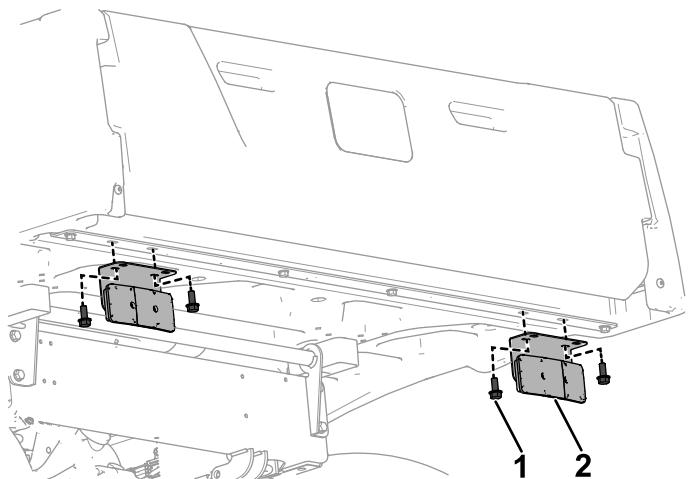

図 6
- ブレーキランプブラケットを、プラスチック製荷台の下部に取り付ける各ブラケットにフランジヘッドボルト5/16 x 3/4"2本を使用する図6。